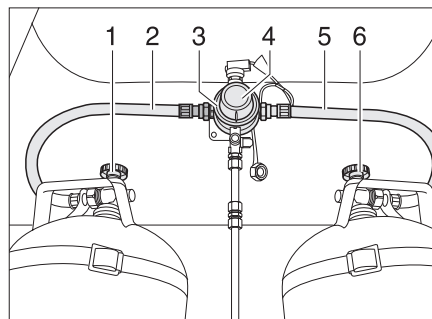
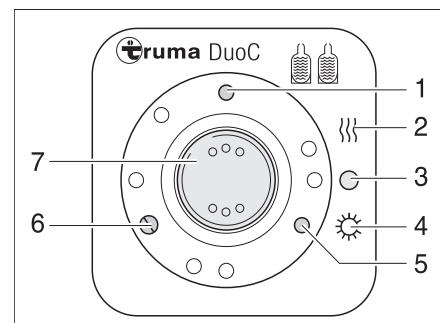

Fig. 159 Impianto di commutazione DuoControl
Fig. 160 Centralina di controllo
L'impianto di commutazione DuoControl è costituito da una valvola commutatrice (Fig. 159,3) e dalla centralina di controllo (Fig. 160). La valvola commutatrice è montata tra i tubi del gas (Fig. 159,2 e 5). Con la manopola (Fig. 159,4) sulla valvola commutatrice è possibile stabilire, quale delle bombole del gas viene utilizzata come bombola in uso e quale bombola del gas viene utilizzata come bombola di riserva.
Sulla centralina di controllo (Fig. 160) possono venire azionate solo le funzioni elettriche. Le valvole principali di arresto delle bombole del gas (Fig. 159,1 e 6) devono essere aperti manualmente.
La valvola commutatrice garantisce una pressione del gas costante, indipendentemente da quale bombola provenga l'alimentazione del gas. Le due spie di controllo della centralina di controllo segnalano il livello della bombola in uso. Se la spia di controllo verde (Fig. 160,6) è accesa, la bombola in uso è piena. Se la spia di controllo rosso (Fig. 160,5) è accesa, la bombola in uso è vuota. In questo caso il gas viene fornito dalla bombola di riserva.
- Aprire le valvole principali di arresto delle bombole del gas (Fig. 159,1 e 6).
- Con la manopola (Fig. 159,4) sulla valvola commutatrice (Fig. 159,3) selezionare la bombola del gas, da cui proviene la principale alimentazione del gas (bombola in uso).
- Sulla centralina di controllo (Fig. 160) attivare l'impianto di commutazione DuoControl.
- Posizionare l'interruttore a bilico (Fig. 160,7) su funzionamento invernale "Visualizzatore a distanza On e riscaldamento" (Fig. 160,2) oppure su funzionamento estivo "Visualizzatore a distanza On" (Fig. 160,4). Ora la valvola commutatrice è disaerata. La spia di controllo gialla (Fig. 160,1) si accende selezionando il funzionamento invernale e con impianto antighiaccio in funzione.
- Portare l'interruttore a bilico (Fig. 160,7) in posizione "O" (Fig. 160,3). La spia di controllo gialla (Fig. 160,1) si spegne.
- Chiudere le valvole principali di arresto delle bombole del gas (Fig. 159,1 e 6).
Le spie di controllo sulla centralina di controllo (Fig. 160,5 e 6) segnalano all'interno del veicolo se la bombola del gas in uso è pronta.
Se la spia di controllo verde (Fig. 160,6) si spegne durante il funzionamento e la spia di controllo rossa (Fig. 160,5) si accende, la bombola del gas selezionata come bombola in uso è vuota e deve essere sostituita. La bombola di riserva continua ad alimentare le utenze a gas.